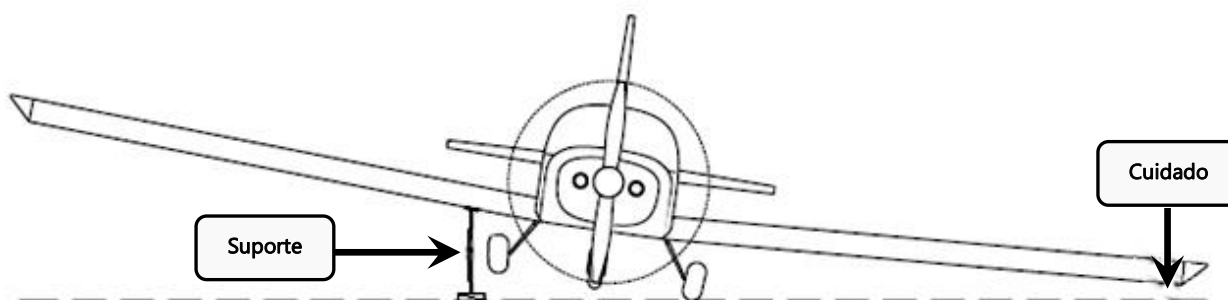

Figura 32.40.1 – Disposição do suporte para acesso a roda
1. Dispor suporte abaixo da asa referente a roda que será removida. Este suporte deverá manter esta asa inclinada conforme figura 32.40.1 e o local de apoio é indicado na superfície inferior de cada asa;